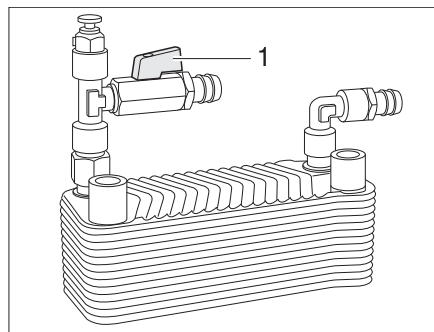

Bild 192 Wärmetauscher Alde
- Anstellen: ■ Griff (Bild 192,1) des Abstellhahns parallel zur Rohrleitung stellen.
- Abstellen: ■ Griff (Bild 192,1) des Abstellhahns quer zur Rohrleitung stellen.